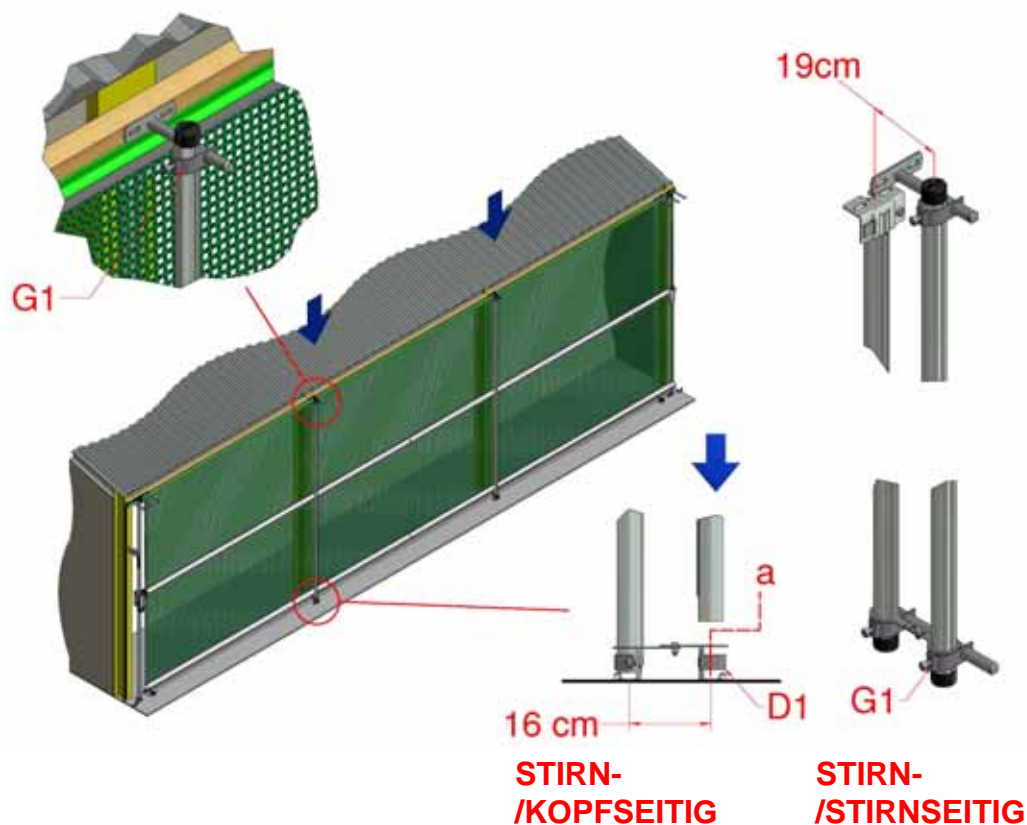

Abbildung 23: Montage des äußeren Führungsrohrs
4.13 Alle mittleren äußeren Führungsrohre zwischen den oberen und unteren Halterungen montieren, mit Ausnahme derjenigen, die für die Endabdeckungen vorgesehen sind, wie in Abbildung 23 gezeigt. Montierte stirnseitige Halterungen (falls gewünscht) ablängen und abschließend die schwarzen Schutzkappen (T1) auf die freien Rohrenden aufsetzen.